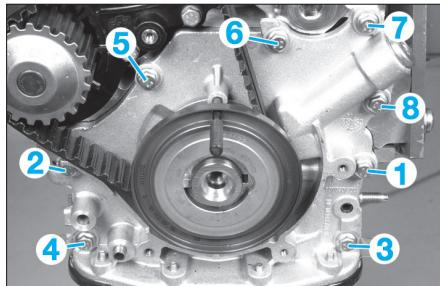

Fig. 18
- Serrer la pompe à huile dans l'ordre indiqué (Fig.18) à 0,5 daN.m puis 1 daN.m.